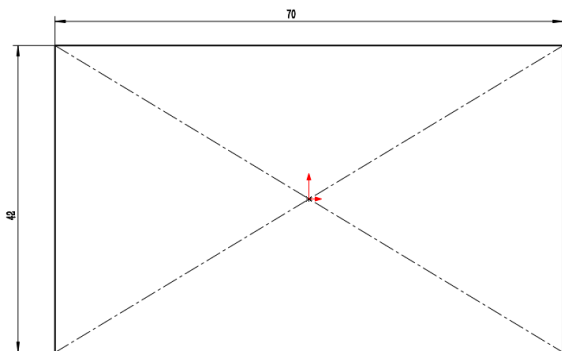

图 16-44 绘制草图对象
(1) 单击常用工具栏中的【新建】按钮，新建一个空白模型文件，更改绘图区背景颜色。
(2) 在【草图】选项卡中，单击【草图绘制】按钮，选取前视基准面，单击【中心矩形】按钮，绘制矩形草图，如图 16-44 所示。